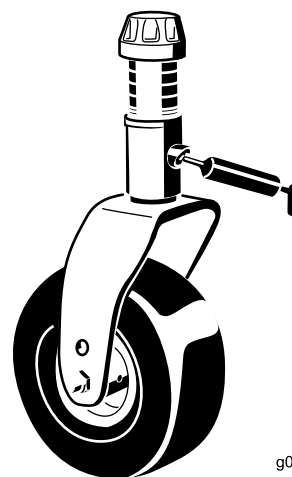

Bild 80
- 2 Laufradgabelbüchsen (Bild 80)